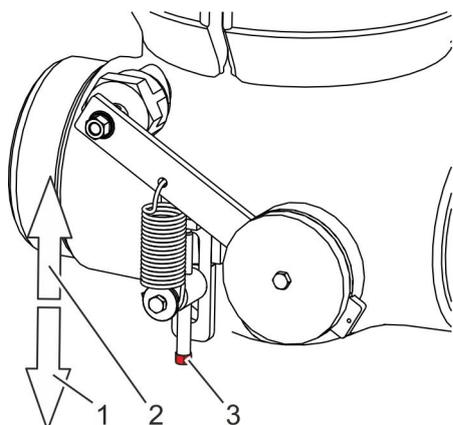

Abb. 47: Federvorspannung einstellen
**26.** ▶ Stellschraube (Abb. 47/3) betätigen:
- Stellschraube lösen (hineindreher (Abb. 47/1)): Verringerung der Schließunterstützung (geringere Federvorspannung)
- Stellschraube festziehen (herausdrehen (Abb. 47/2)): Erhöhung der Schließunterstützung (höhere Federvorspannung)